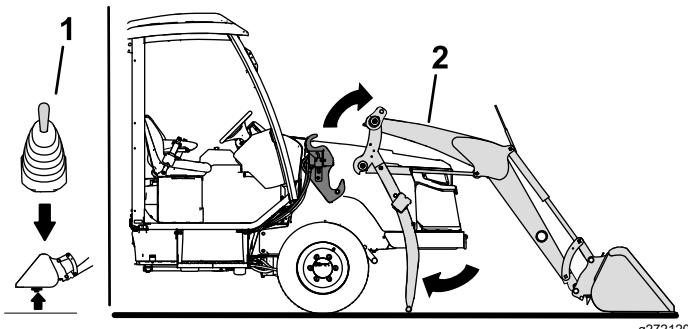

図 48
4. ローダのジョイスティックでアームを上昇させてフレームマウントから外す図 48。